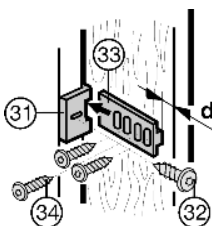

Fig. 19
▶ Montar a peça de acoplamento da porta Fig. 19 (31) com um parafuso Fig. 19 (32), tendo em atenção a posição da pega.
▶ Inserir a calha do acoplamento da porta Fig. 19 (33) e aparafusar à porta do armário com parafusos Fig. 19 (34). Manter a distância d (espessura da parede do armário de cozinha).